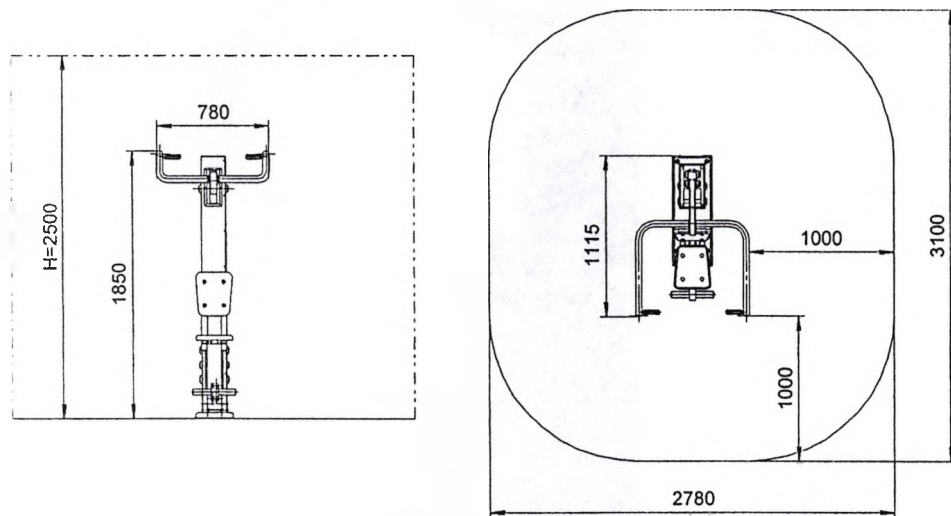

Рис. 1
2.1 Основные технические характеристики приведены в таблице 1 и на рис. 1